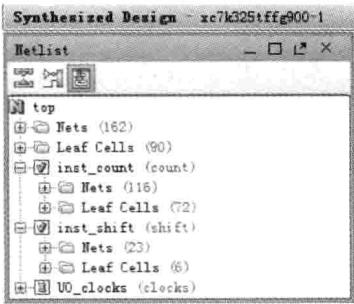

图 7.11 逻辑资源已经填充了黑盒
**注:** 如图 7.11 所示,逻辑资源已经填充了 inst\_shift 和 inst\_count 模块。
(6) 通过设置 HD.RECONFIGURABLE 属性,将每个子模块定义为部分可重配。在 Vivado Tcl Console 窗口下,输入下面的命令: